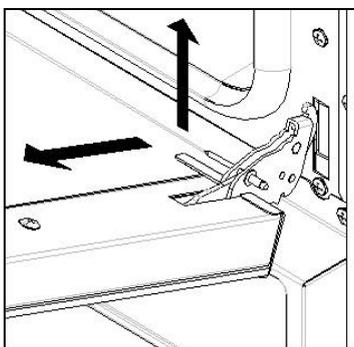

Fig. 6
- die Tür etwas heben und herausziehen (Abb. 6)